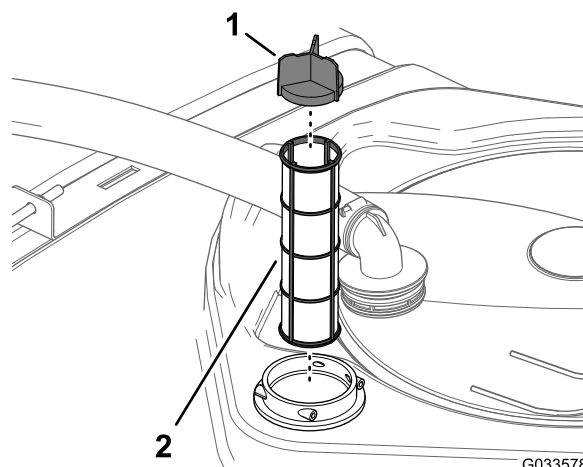

図 101
4. フィルタハウジングタンク内部から古いフィルタを取り出す 図 101。